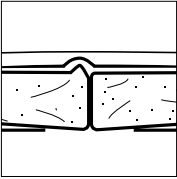

Fig. 1
**Causa:** Los bordes recubiertos con papel fueron dañados o sufrieron maltrato. Esto puede provocar la separación de capas sobre los cantos, o el desprendimiento del papel del núcleo de yeso, o fracturar o pulverizar el núcleo mismo. Los cantos dañados son los más susceptibles a producir estrías tras el tratamiento de juntas (Fig. 1).